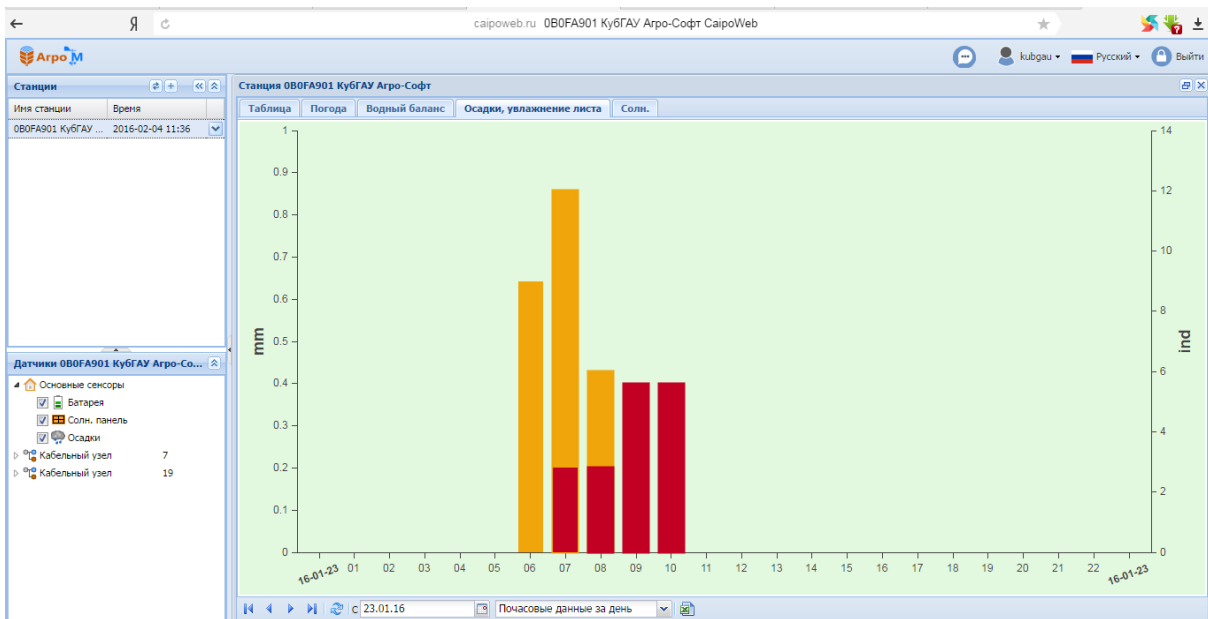

Рисунок 15.7 –
5. Выбрать вкладку _____ **Осадки, увлажнение листа** (рисунок 15.7).